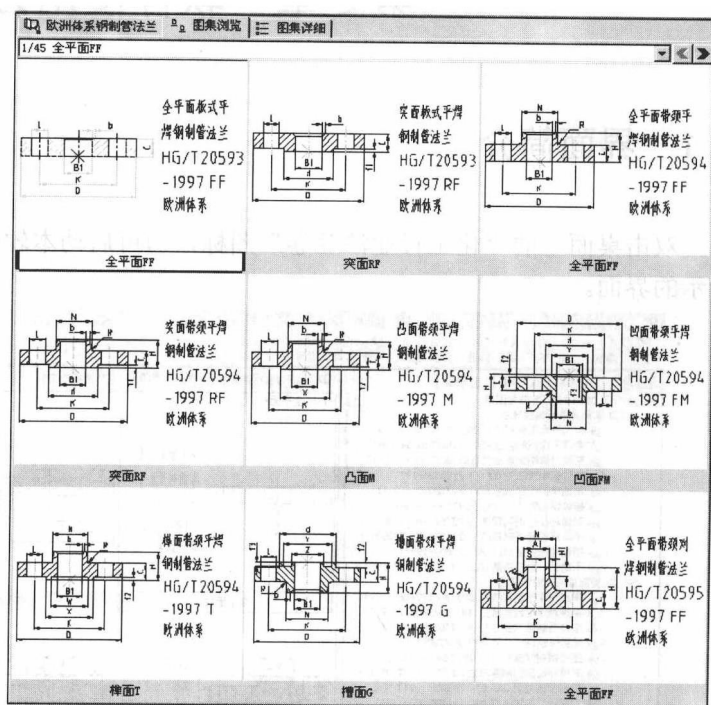

图 2-4 图集资料区
(3) 图集资料区。如图 2-4 所示, 包括“内容”、“图集浏览”和“图集详细”选项卡。